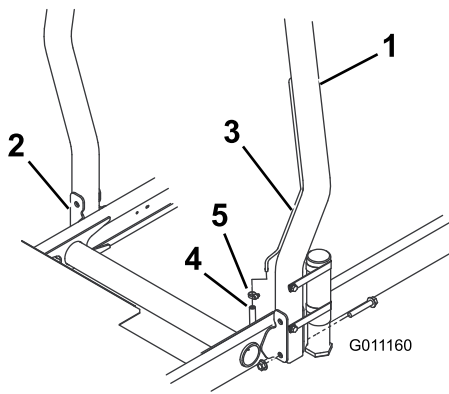

Figure 12
1. Abaissez l'arceau de sécurité sur les supports de montage du groupe de déplacement en alignant les trous de montage. Le tube d'évent de l'arceau de sécurité doit être placé du côté gauche de la machine (Figure 12).
2. Fixez chaque côté de l'arceau de sécurité aux supports de montage avec 2 boulons à embase et contre-écrous (Figure 12). Serrez les fixations à 81 N m.